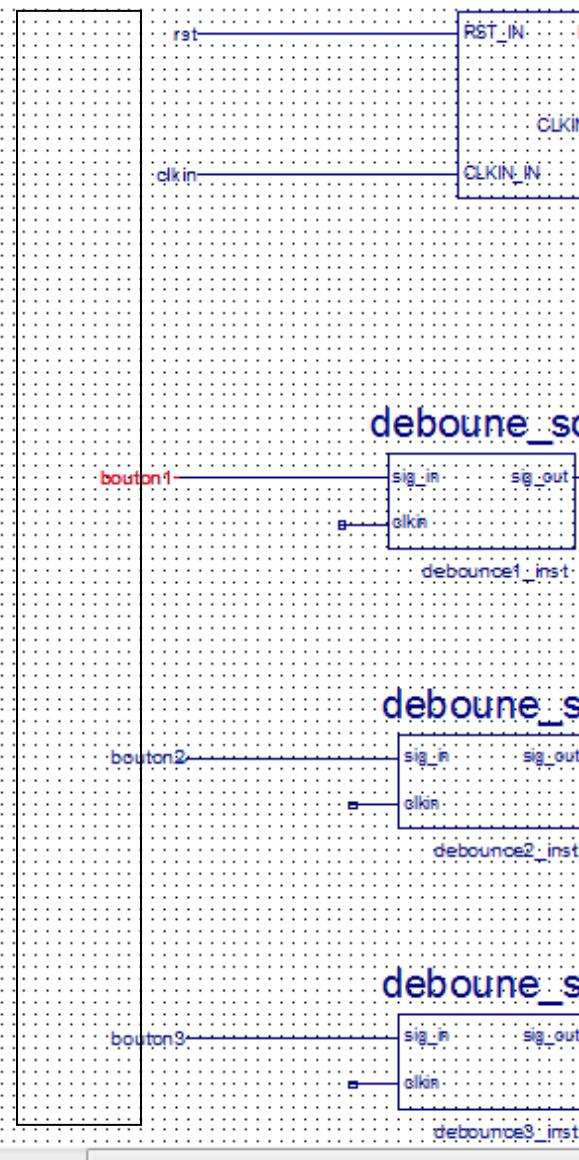

Figure 30. Création des étiquettes d'entrées à l'aide de la fonction Add I/O Markers et de la souris.
5. Répéter les étapes 2, 3 et 4 pour les noms de fils clkin, bouton1, bouton2 et bouton3, comme illustré sur la Figure 30.
7. Cliquez dans en haut à gauche du fil nommé **rst** et glisser la souris de haut en bas en maintenant le bouton de la souris enfoncé pour sélectionné les cinq fils ainsi que leur noms, comme illustré sur la Figure 30.